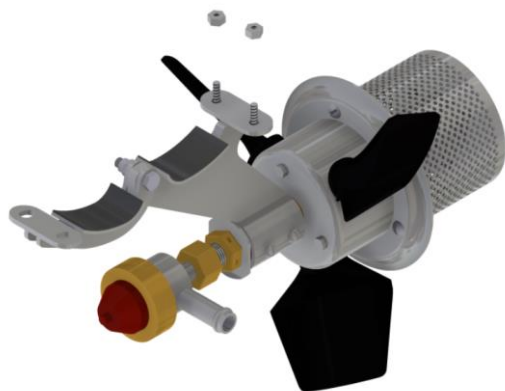

Figura 06:
- Com a chave 7/16" solte as duas porcas do suporte (caso o atomizador esteja acoplado à barra) conforme figura 06.